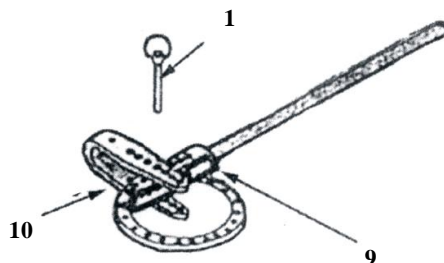

Рис. 3.
- 1) Ограничитель удерживает обрабатываемый материал на месте в течение всего процесса сгибания между крайней матрицей (17-23) (рис. 1.), расположенной на рычаге (9) и центральным пальцем (1) (рис. 3) или выбранной центральной матрицей. Сгибание материала происходит в зависимости от используемых матриц.